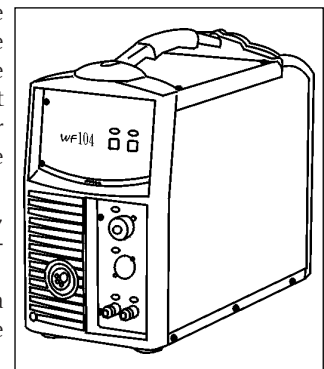

Fig. 5
2.2.1 Wire feeder WF104 (Fig. 5)